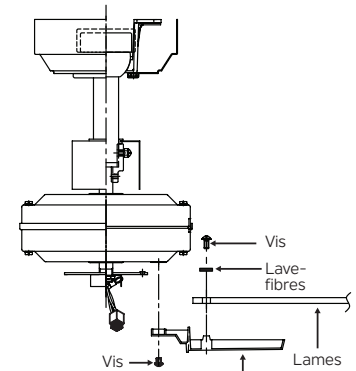

Fig. 16 Supports de lame
Étape 1. Fixez une lame à un support de lame à l'aide des vis et des lave-fibres fournies. (Fig. 16)
Étape 2. Fixez chaque lame à l'appareil à l'aide des vis de montage « pré-installées » dans le support de la lame. (Fig 16)